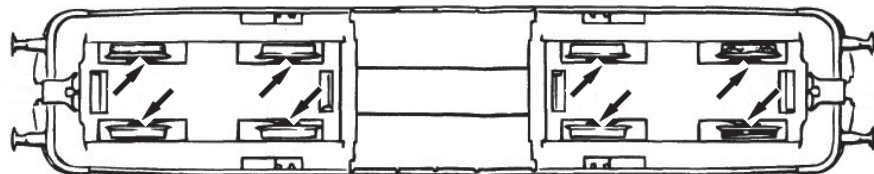
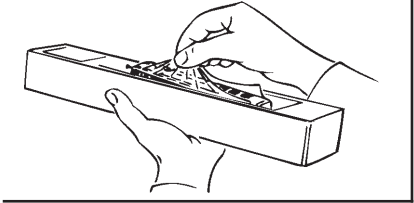

Fig. 7
Fig. 2
2. Schmierung: Versehen Sie die im Schmierplan in Fig. 6 gekennzeichneten Stellen mit nur **kleinen Öltropfen**. Dazu zuerst das Lokgehäuse abnehmen (Fig. 2). Wir empfehlen den ROCO **Öler Art.-Nr. 10906**. Fürs Schmieren der Getriebeteile (Zahnräder, Schnecke) empfehlen wir das **ROCO-Spezialfett Art.-Nr. 10905**. Im Falle der Schmierung diese Teile **nicht ölen**.
4. Motorwechsel: Lokgehäuse abnehmen (Fig. 2). Danach wird der Motor ausgebaut und ausgetauscht (Fig. 7).
2. Lubrication: Apply **tiny oil drops** to spots marked in fig. 6. Prior to lubrication dismantle locomotive (fig. 2). We recommend using item no. **10906, Roco oiler**. For lubrication the gearparts (e.g. cogwheels, worm) we would recommended our Roco **special grease** (item no. **10905**).
4. Motor Changing: First remove loco body (fig. 2), and then the motor (fig. 7).
2. Graissage: N'appliquez **qu'une tout petite goutte** aux endroits indiqués par le plan de graissage (fig. 6) après avoir démonté la caisse de la locomotive (fig. 2). Nous vous recommandons le **graisseur à huile Roco réf. 10906**. Pour graisser les engrenages (roues dentées, vis sans fin) nous vous conseillons la **graisse spéciale Roco réf. 10905** pour engrenages en matières synthétiques. Lorsque vous utilisez cette graisse il faut éviter d'huiler ces composants.
4. Remplacement du moteur: Démontez la caisse (voir fig. 2). Démontez ensuite le moteur (fig. 7).